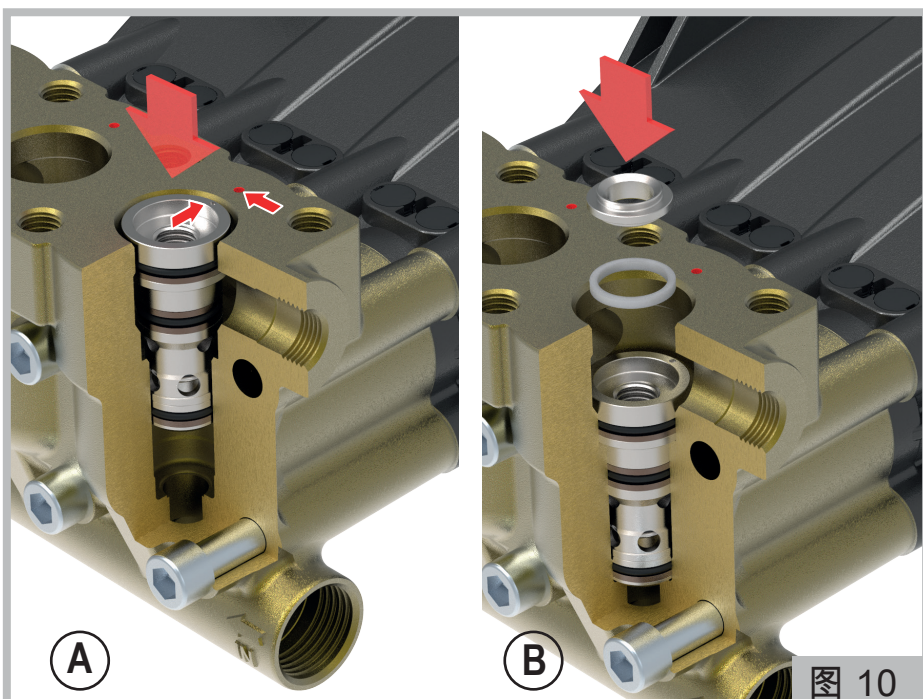

图 10
- a) 安装吸入阀（图10的操作A）
- b) 安装阀座和相关的密封圈（图10的操作B）